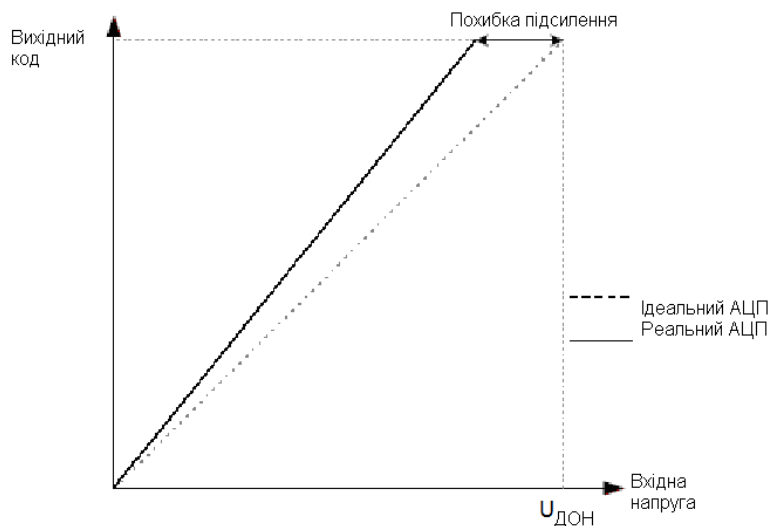

Рисунок 8.16 – Похибка підсилення
2. Похибка підсилення (рисунок 8.16). Після корегування зсуву похибка підсилення являє собою відхилення останнього переходу (з 0x3FE на 0x3FF) від ідеального переходу (тобто відхилення при максимальному значенні мінус 1,5 мол. розр.). Ідеальне значення: 0 мол. розр.